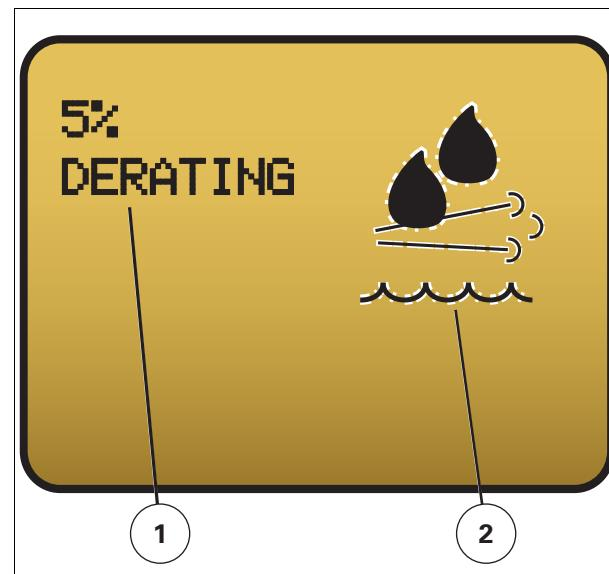

Рис. 7.
- Отображение предупредительного сообщения в Блок управления ТМС относительно низкого уровня жидкости рис. 7